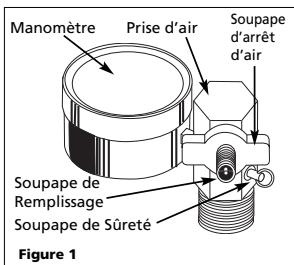

Figure 1
2. Placer le raccord de la source d'air sur la souape de remplissage située près du collecteur en laiton (Voir Figure 1). Remplir le réservoir au maximum de 862 kPa (125 psi) tel qu'indiqué sur le manomètre. La souape de sûreté est réglée d'avance à 931 kPa (135 psi) pour empêcher la surpressurisation.